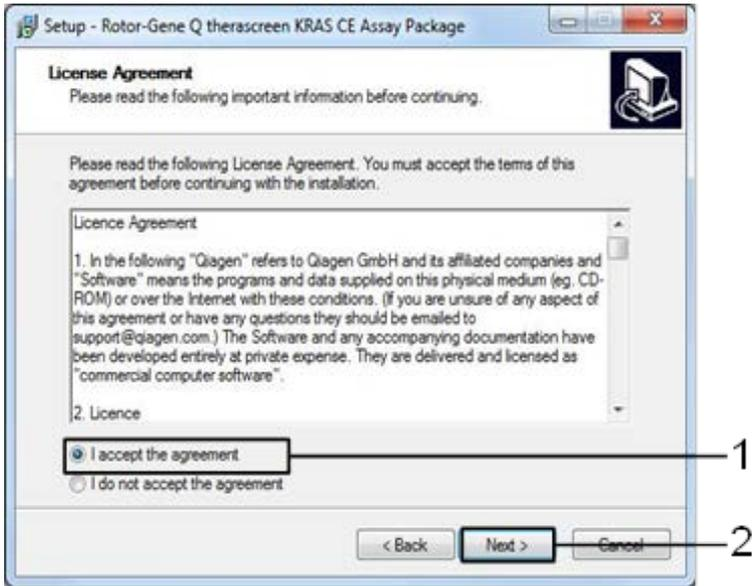

Figura 40. Cuadro de diálogo "License Agreement" (Acuerdo de licencia). 1 = declaración "I accept the agreement" (Acepto el acuerdo), 2 = "Next" (Siguiete).
5. Lea el Acuerdo de licencia en el cuadro de diálogo "License Agreement" (Acuerdo de licencia) y marque la casilla I accept the agreement (Acepto el acuerdo). Haga clic en Next (Siguiete) para continuar (figura 40).